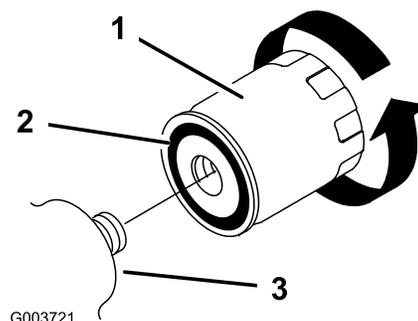

Рисунок 35
5. Снимите старый фильтр (Рисунок 35) и начисто протрите поверхность переходника фильтра.
6. Нанесите тонкий слой гидравлической жидкости на резиновую прокладку нового фильтра (Рисунок 35).
7. Установите новый фильтр гидравлической системы в переходник фильтра (Рисунок 35). Поверните фильтр гидравлической системы по часовой стрелке так, чтобы резиновая прокладка соприкоснулась с переходником фильтра, после этого затяните фильтр, повернув его еще на 1/2 оборота.